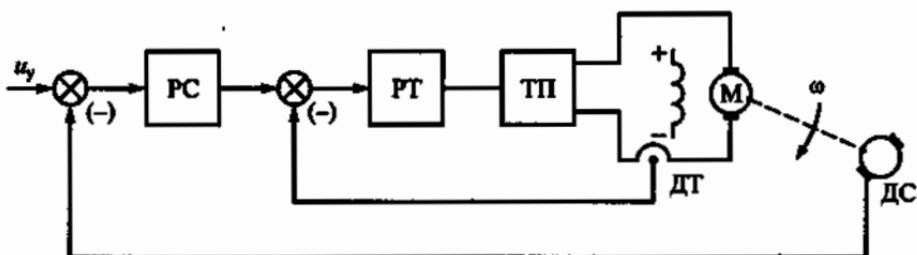

Рис. 265
12.5. На рис. 265 приведена функциональная схема системы подчиненного управления скоростью ω двигателя постоянного тока. Эта система содержит регулятор скорости (РС) и регулятор тока (РТ), включенные последовательно в прямой канал системы. Причем выходной сигнал РС является заданием для РТ. Выходной сигнал